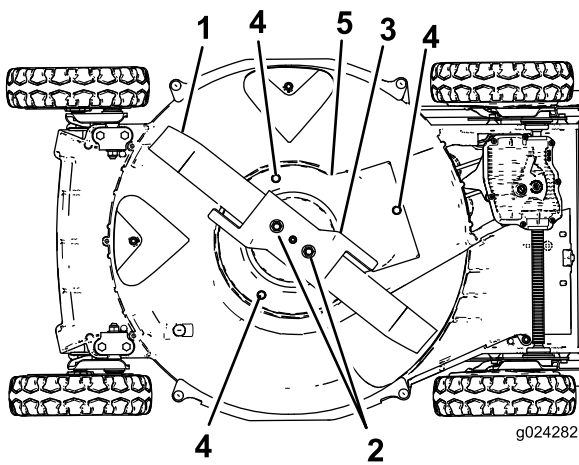

Figure 38
6. Retirez les 2 écrous de lame, l'accélérateur et la lame (Figure 38).
7. Retirez les vis qui fixent la protection du débrayage du frein de lame au carter du plateau de coupe (Figure 38).